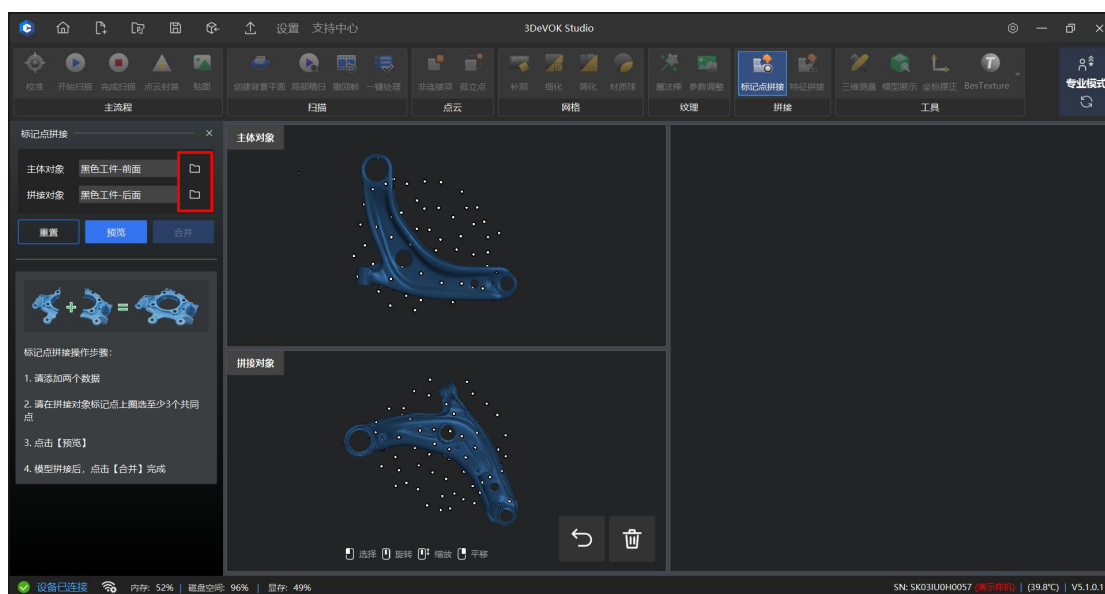

图 9-7 在标记点拼接功能中导入点云工程
3. 将点云工程 A 和点云工程 B 分别导入左侧的两个窗口中(点击红色框处的按钮导入), 如图 9-7 所示;